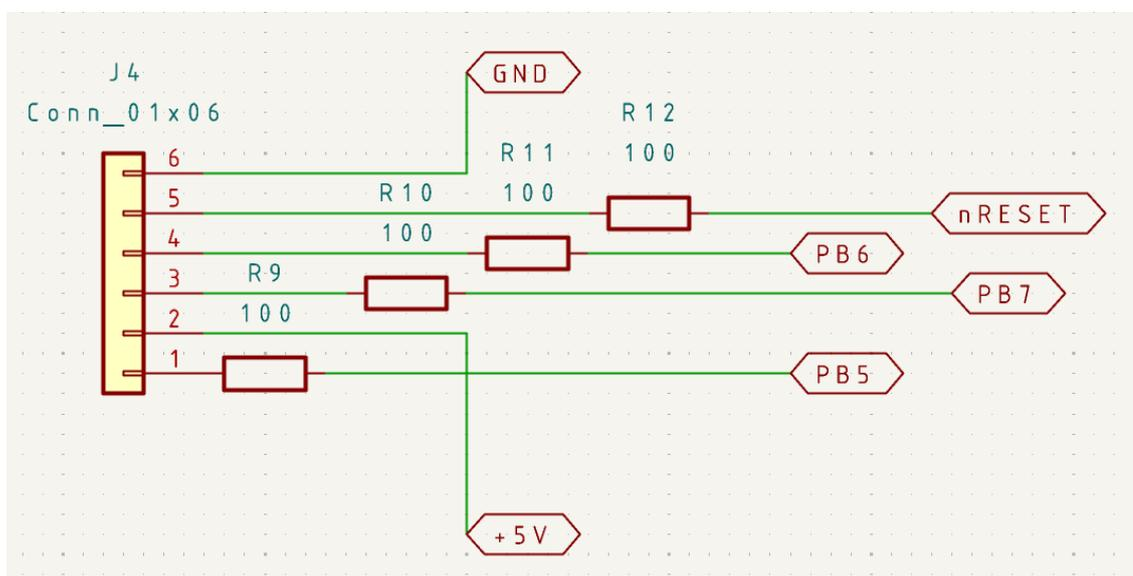

Рисунок 4 – Схема подключения разъёма программатора
- 7) Добавьте разъём программатора на лист (рисунок 4):